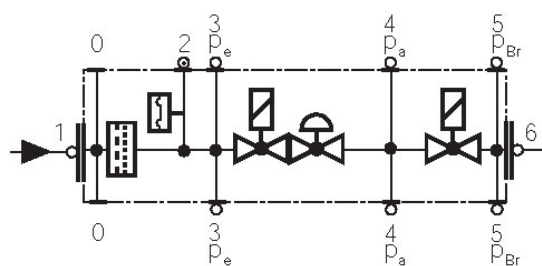

Fig. 26
- Cambiar el filtro cuando Δp entre las tomas de presión 1 y 3 sea > 10 mbar (Fig. 26).
- Cambiar el filtro cuando Δp entre las tomas de presión 1 y 3 (Fig. 26) sea dos veces mayor que el valor registrado durante el último control.